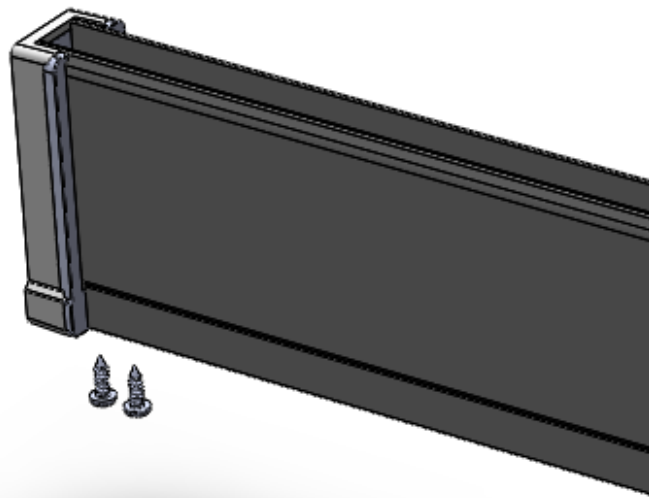

Figura 23
- Las Tapas Arrastre se fijan al perfil mediante 2 tornillos DIN 7504 3,5 x 13. Asegurar que la Tapa Arrastre quede correctamente unida al perfil (Figura 23).